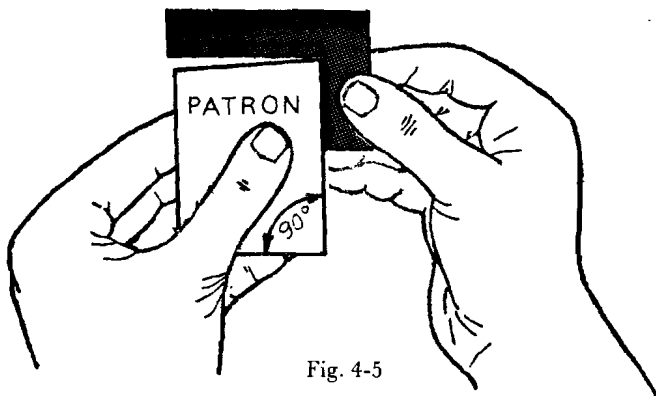
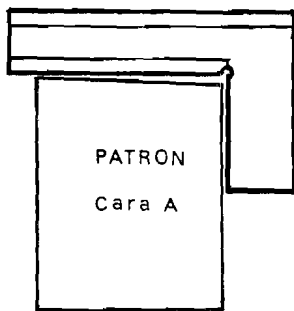

Fig. 4-5
Fig. 4-6
2.2. 1.ª verificación.—Sujetar patrón y escuadra según fig. 4.5. Apoyar el brazo de la escuadra sobre el lado del patrón. Situarse a contraluz y observar la rendija de luz que pasará entre el ala y el extremo del patrón. (fig. 4.6).